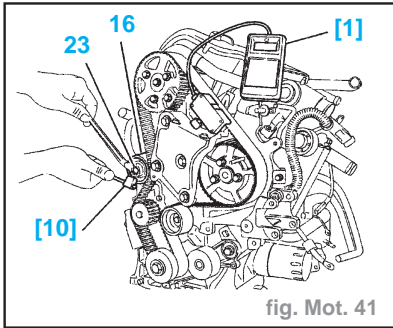

fig. Mot. 41
- Mettre en place l'outil [1] **SEEM C. TRONIC type 105.5** (fig. Mot. 41).
- l'écrou (23) (fig. Mot. 41)
- Mettre en place l'outil [1] (fig. Mot. 41).
- Tourner le galet tendeur (16) dans le sens inverse des aiguilles d'une montre (à l'aide de l'outil [10]).
- Serrer l'écrou (23) à **1,8 daN.m** (sans modifier la position du galet (16)).